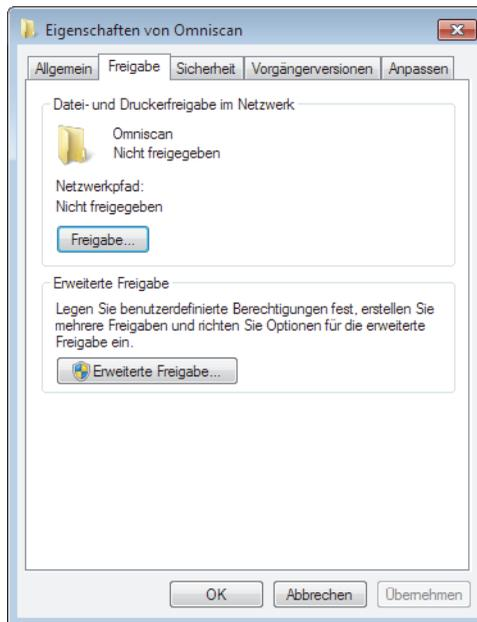

Abbildung 7-27 Dialogfeld Eigenschaften von Omniscan (Windows 7)
3. Klicken Sie im Dialogfeld **Eigenschaften von Omniscan** auf das Register **Freigabe** (siehe Abbildung 7-27 auf Seite 241).
8. Klicken Sie im Dialogfeld **Eigenschaften von OmniScan** auf **Erweiterte Freigabe** (siehe Abbildung 7-27 auf Seite 241).